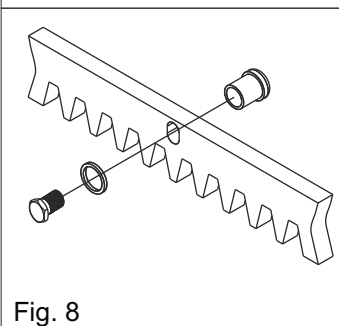

Fig. 8
**5.2.** An jedes Zahnstangenglied die Befestigungsklinken mit den entsprechenden Befestigungsschrauben im oberen Bereich der Öse befestigen (Abb. 8)